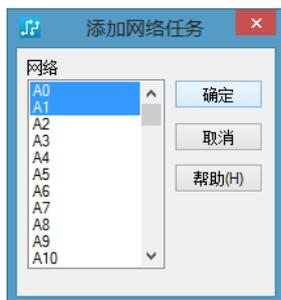

图 15-16 “添加网络任务”对话框
1) 单击“添加网络”按钮，弹出如图 15-16 所示的对话框。